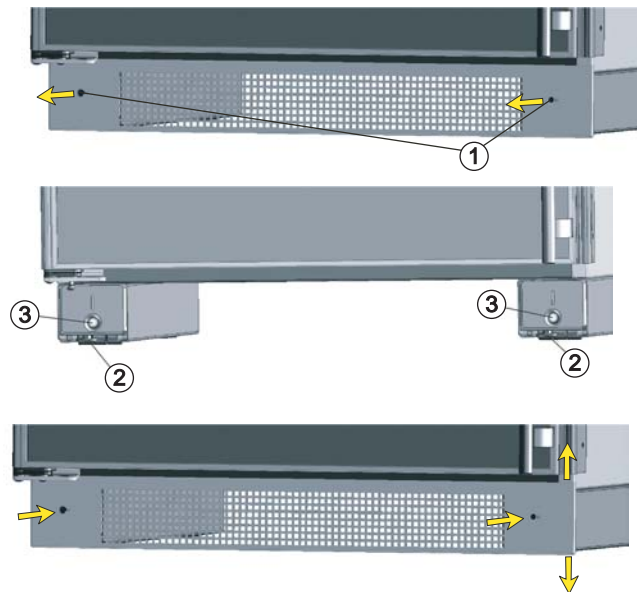

Figure 12
1. Desserrer les vis de la grille de ventilation inférieure (**Fig. 12, 1**).
La hauteur peut être ajustée à l'avant en tournant les pieds réglables (**Fig. 12, 2**).
2. Tourner le boulon de réglage (**Fig. 12, 3**) pour mettre à niveau l'arrière de l'appareil.